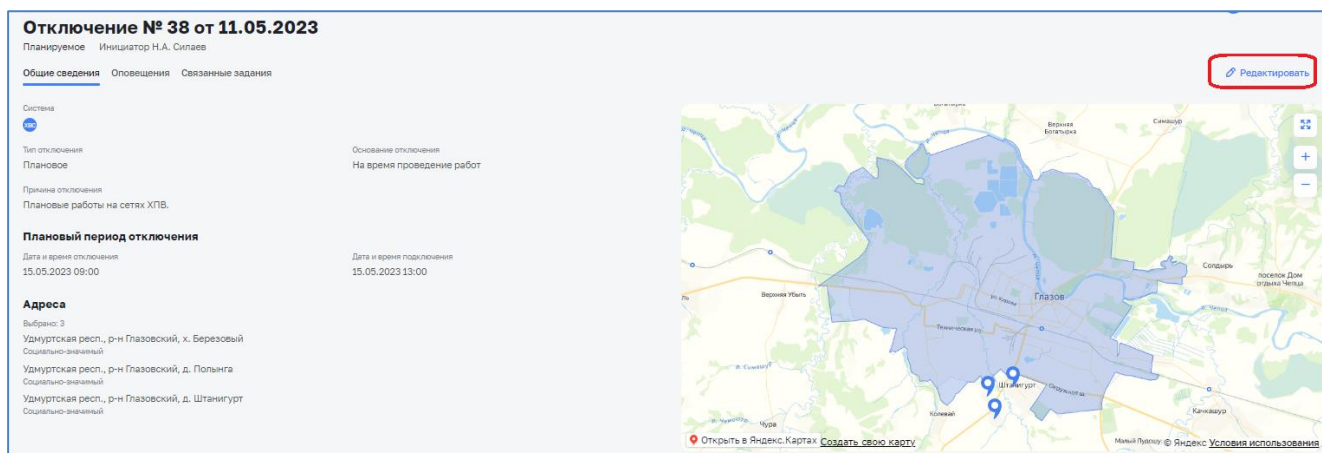

Рисунок 144 – Редактирование отключения
1. При просмотре карточки отключения, нажав на кнопку «Редактировать» (Рисунок 144);